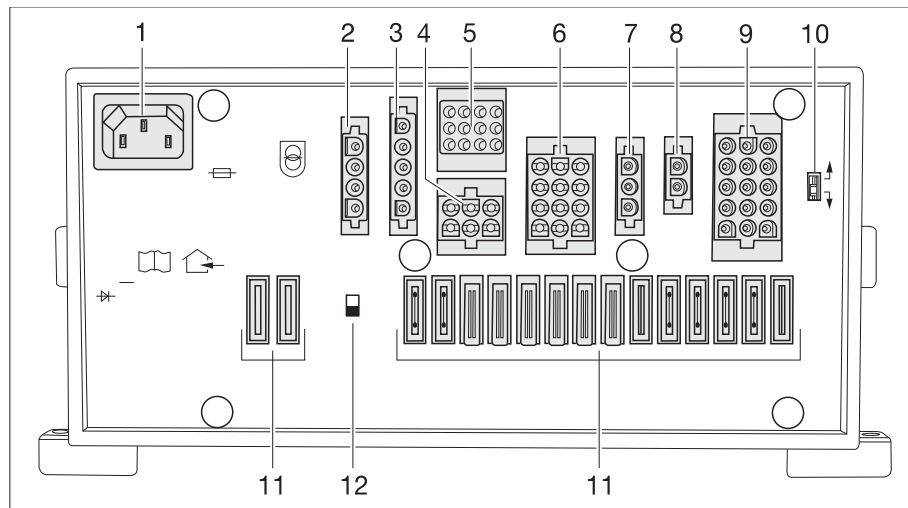

Bild 245 El-block (EBL 119)
- ▷ Batteribrytaren (Bild 245,12) skiljer alla förbrukare som är anslutna på el-blocket från 12 V-nätet.
- ▶ När batteriväljaren (Bild 245,10) är felaktigt inställd kan knallgas bildas. Explosionsrisk!
Med batteriväljaren (Bild 245,10) kan el-blockets laddningsmodul ställas in för fordonets bodelsbatteri ("bly-gel", "bly-syra" eller AGM).